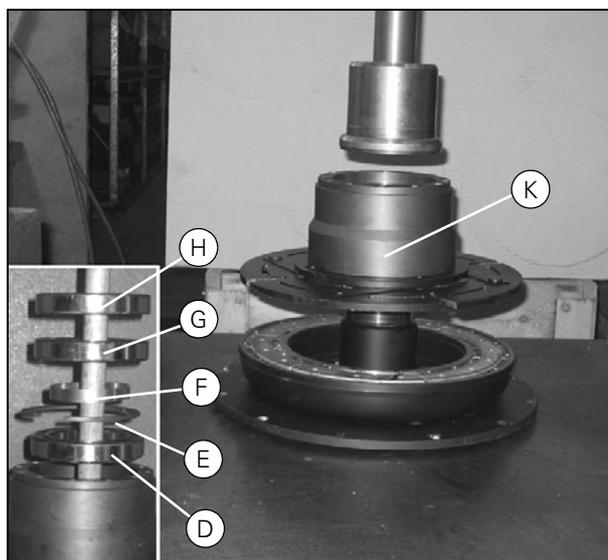

Рисунок 49
- Установите подшипник (D), стопорное кольцо (E), дистанционную втулку (F), подшипник (G) и подшипник (H) в порядке, показанном на (Рис. 49). Запрессуйте подшипники в корпус при помощи гидравлического пресса.
- Запрессуйте подшипниковый корпус (K) в ступицу муфты при помощи гидравлического пресса.
- Убедитесь, что величина зазора (X) находится в диапазоне  $0,8 \pm 0,2$  мм.